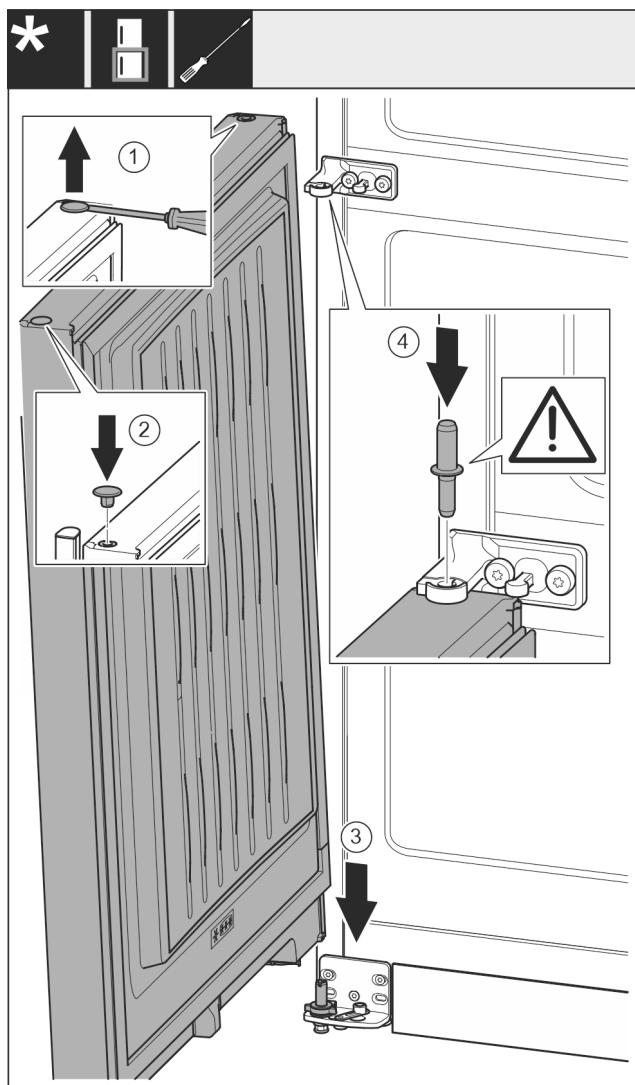

Fig. 17
- ▶ Ravnim odvijačem oprezno podignite čep i izvadite ga. Fig. 17 (1)
- ▶ Ponovo umetnite čep na drugoj strani vrata. Fig. 17 (2)
- ▶ Stavite vrata odozgo na donji svornjak ležaja. Fig. 17 (3)
- ▶ Umetnите srednji svornjak ležaja kroz srednji podložak ležaja u donja vrata. Pri tome pazite da je ispuštenje za blokiranje okrenuto prema otraga. Fig. 17 (4)